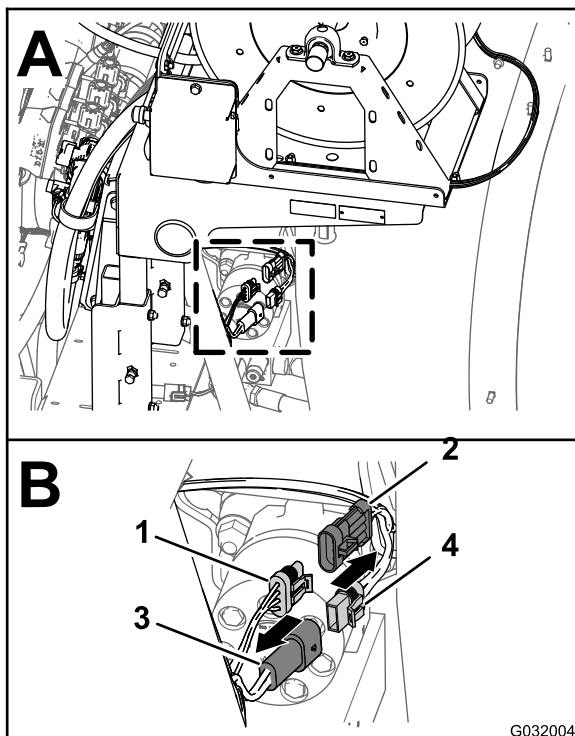

Figura 3
1. Nella parte posteriore della macchina, individuate il cablaggio preassemblato per il kit avvolgitubo elettrico nella parte posteriore del serbatoio dell'irroratrice (A nella Figura 3).
2. Scollegate il connettore a 2 prese del cablaggio dell'avvolgitubo elettrico dal connettore a 2 pin del cablaggio principale posteriore (B nella Figura 3).
3. Scollegate il connettore a 3 pin del cablaggio dell'avvolgitubo elettrico dalla presa a 3 pin del cablaggio principale posteriore (B nella Figura 3).